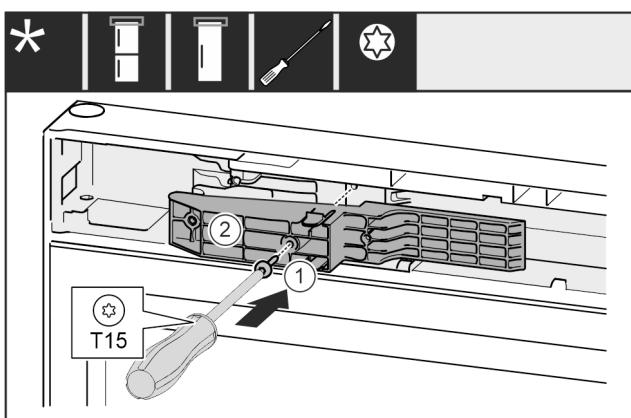

Fig. 36
- Adapterstück Fig. 36 (1) auf der Griffseite in die Aussparung einsetzen.
- Schraube Fig. 36 (2) mit Schraubendreher festschrauben.